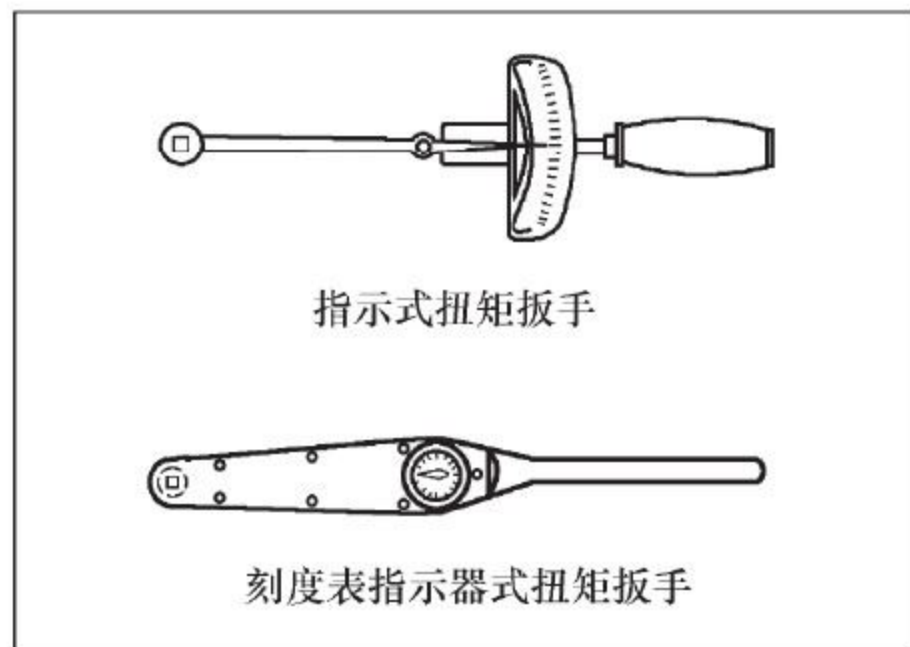

图1-3-2 扭力扳手
7. 要认真遵守关于螺栓拧紧力矩的所有规范，严格按刻度范围使用扭力扳手，如图1-3-2所示。